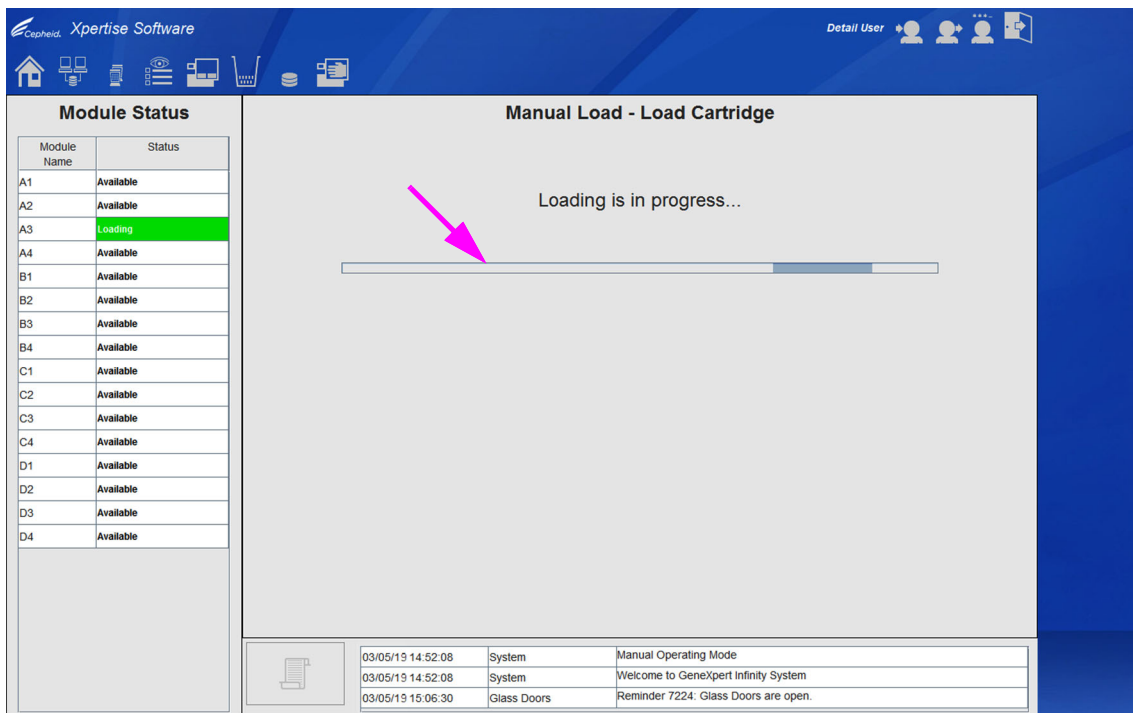

Figura 5-112. Área de trabalho Manual Load (Carregamento manual) – Load Cartridge (Carregar cartucho) com barra de progresso do carregamento
13. Depois de carregar o cartucho e fechar a porta do módulo, será apresentada uma barra de progresso na área de trabalho Manual Load (Carregamento manual) – Load Cartridge (Carregar cartucho). Ver Figura 5-112.